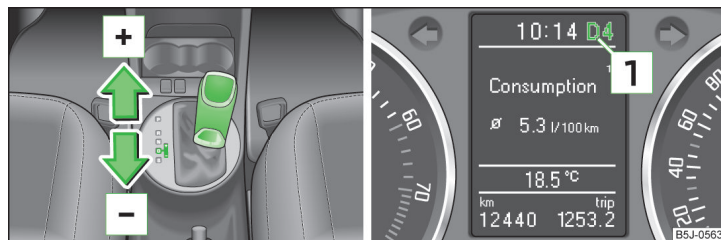

Fig. 111 Leva selettoria / Display MAXI DOT: marcia inserita
La marcia appena innestata sarà visualizzata sul display  » fig. 111.
► Toccare leggermente la leva selettoria in avanti  » fig. 111.
► Spingere leggermente indietro la leva selettoria  » fig. 111.